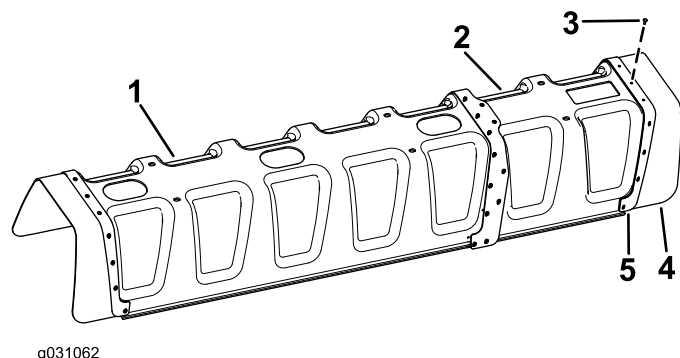

Figura 7
- Utilizzando 11 ribattini con spina (3/16" x 1/2") e rondelle (3/16") montate il cappuccio in gomma e la piastra di rinforzo (dalla copertura a 11 ugelli) alla copertura a 12 ugelli (Figura 7).